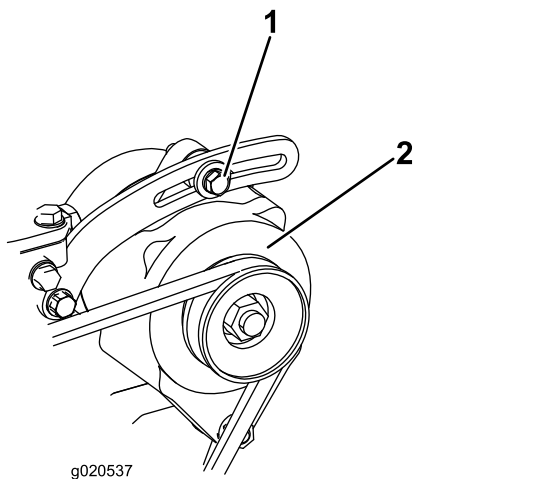

Figura 81
1. Afloje los pernos de montaje del alternador (Figura 81).